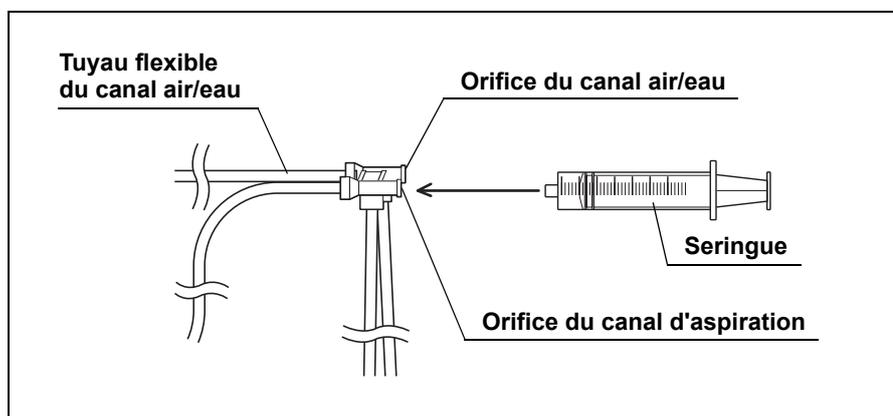

Figure 5.37
8. Fixez la seringue à l'orifice du canal d'aspiration de l'irrigateur tous canaux et insufflez 90 ml d'air dans le canal d'aspiration. (Voir Figure 5.37)
2. Fixez une seringue propre de 30 ml à l'orifice du canal d'aspiration de l'irrigateur tous canaux et rincez énergiquement le canal d'aspiration avec 180 ml de solution désinfectante (remplissez la seringue au moins six fois). Vérifiez qu'aucune bulle d'air ne sort de l'extrémité distale de la gaine d'introduction de l'endoscope lors du sixième rinçage. Si des bulles d'air sont encore visibles, continuez à rincer avec la solution désinfectante jusqu'à ce qu'aucune bulle d'air ne sorte. (Voir Figure 5.37)
3. Fixez une seringue stérile de 30 ml à l'orifice du canal d'aspiration de l'irrigateur tous canaux et insufflez dans le canal d'aspiration 90 ml d'air (remplissez la seringue au moins trois fois). (Voir Figure 5.37)
5. Fixez une seringue stérile de 30 ml à l'orifice du canal d'aspiration de l'irrigateur tous canaux et rincez le canal d'aspiration avec 90 ml d'eau de rinçage (remplissez la seringue au moins trois fois). (Voir Figure 5.37)